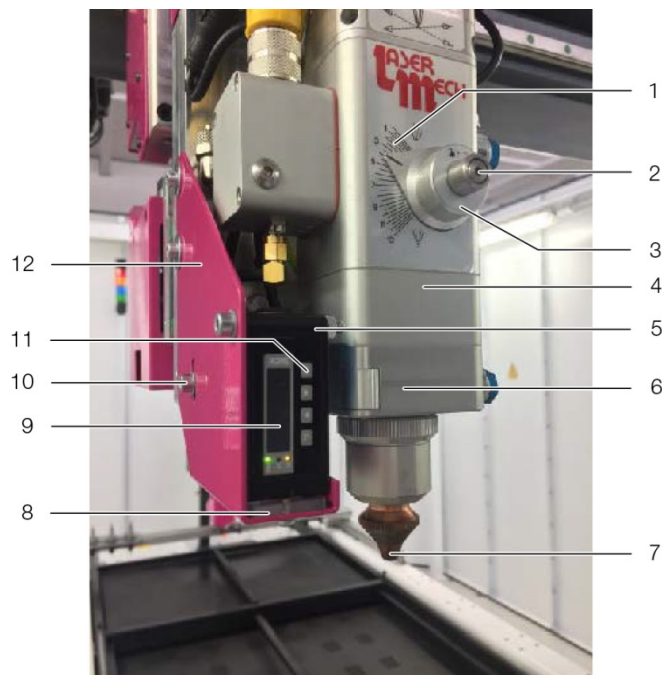

Abb. 9: Laserkopf mit Höhensensor
Am Laserkopf ist ein optischer Distanzmesser angebracht (vgl. Abb. 9, Pos. 5). Dieser „Höhensensor“ ermöglicht es, nach jedem Programmstart schnell an das Material anzutasten und in diesem Zuge eine Kalibrierung des Laserkopfes durchzuführen.
- Betätigen des „OK-Tasters“ am Höhsensor (Abb. 9, Pos. 11).
- Prüfen der Messwertanzeige im Display des Höhsensors (Abb. 9, Pos. 9). Die Werte sollten zwischen 200 und 1000 mm liegen und die Distanz des Höhsensors zur Platte widerspiegeln.